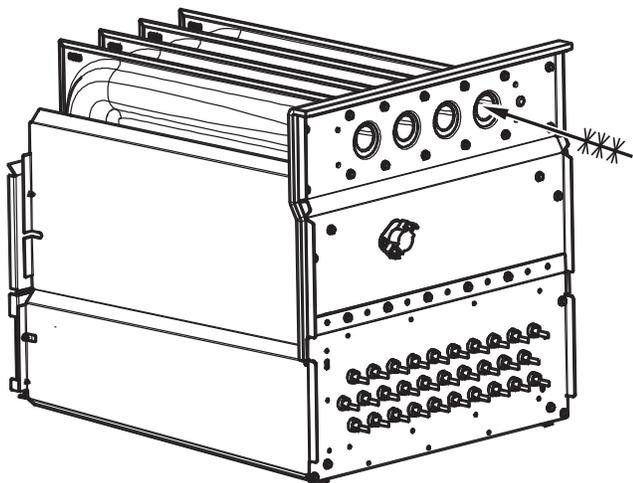

Fig. 65 – Nettoyage de la cellule de l'échangeur thermique
7. Nettoyez les ouvertures de l'échangeur thermique à l'aide d'un aspirateur et d'une brosse douce. Consultez la figure 65.